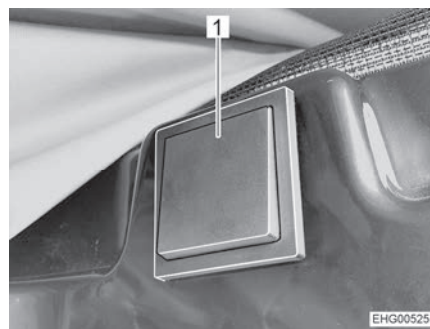

Bild 58 Knapp för elektrisk upplåsning
Knappen för elektrisk upplåsning (Bild 58) finns på höger sida i området ovanför skjutdörren.
- Tryck på knappen (Bild 58,1) under minst 2 sekunder.